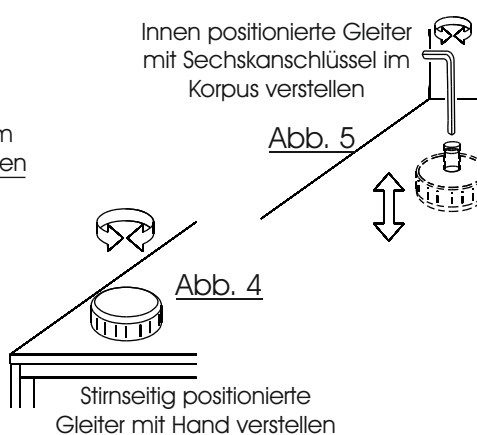
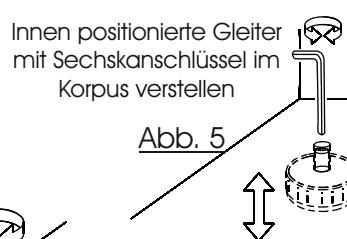
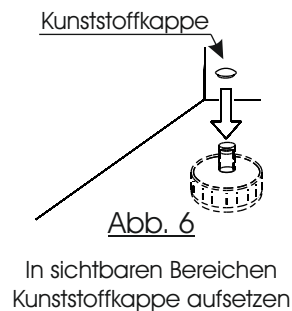

Abb. 4
Abb. 5
Abb. 6
4. Richten Sie das Möbel durch drehen der Sockelgleiter aus. Stirnseitig positionierte Gleiter werden von außen mit der Hand gedreht. (Abb. 4) Die innenliegenden Gleiter können von Innen mit einem Sechskantschlüssel ausgerichtet werden. (Abb. 5) Falls die innenliegenden Bohrungen sichtbar sein sollten, werden Sie mit einer Abdeckkappe verschlossen. (Abb. 6)